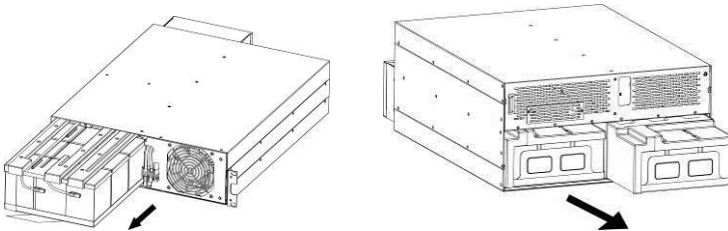

Abbildung 9: Batterieeinschübe der XANTO S 6000 und 10000
6. Ziehen Sie die Batterieeinschübe nach vorne und benutzen Sie hierzu die Kunststoffflaschen (siehe Abbildung 9)